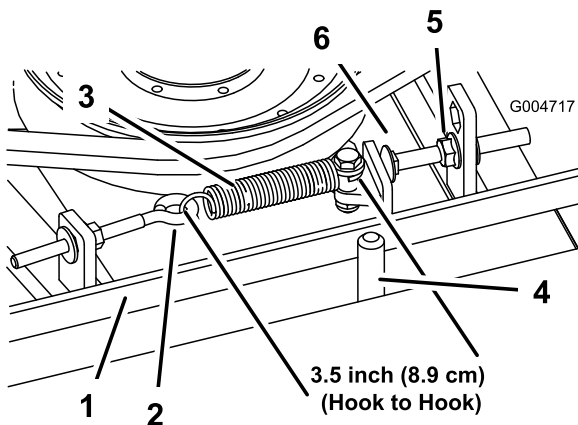

Figura 70
Cuando está correctamente tensado, la longitud del muelle de extensión (entre ganchos) debe ser de 8,9 cm \pm 6 mm aproximadamente (medida interior). Una vez que haya obtenido la tensión correcta del muelle, ajuste el perno de tope (perno de cuello cuadrado) hasta que quede aproximadamente 3 +1,5/0,0 mm de holgura entre la cabeza del perno y el brazo tensor (Figura 70).
Nota: Asegúrese de que la correa está colocada en el lado del muelle de la guía de la correa (Figura 70).
2. Afloje el perno de ojal para poder retirar el muelle de extensión (Figura 70).
3. Afloje la tuerca con arandela prensada que fija el perno de tope a la pletina de montaje. Desenrosque la tuerca lo suficiente para permitir que el brazo tensor pase por el perno de tope (Figura 70). Aleje la polea tensora de la correa para aliviar la tensión de la correa.
8. Vuelva a conectar el muelle de extensión (Figura 70) al perno de ojal y tense la correa de la siguiente manera: